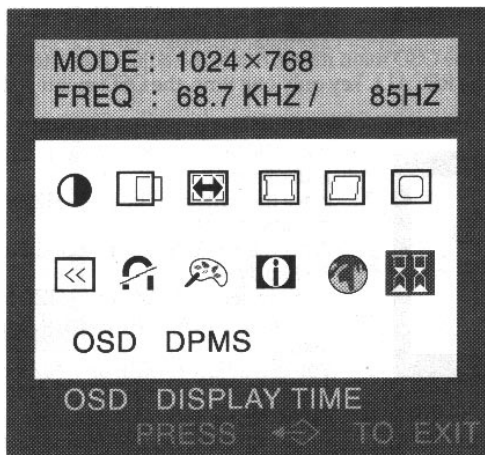

Figura 5: Menú OSD principal
Pulse el botón 'ONE TOUCH OSD' (C) para activar el menú OSD principal. Aparecerá una ventana como la de la figura 5.